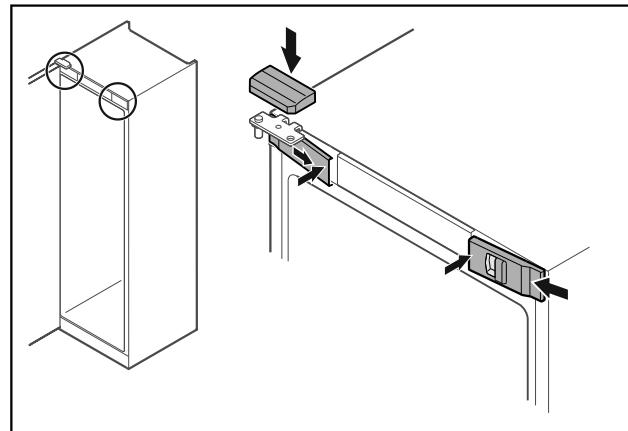

Fig. 47
- Zaháknite predné kryty Fig. 47 (1) naboku a zaistite ich vnútri.
- Zaistite horný kryt Fig. 47 (2) zhora.